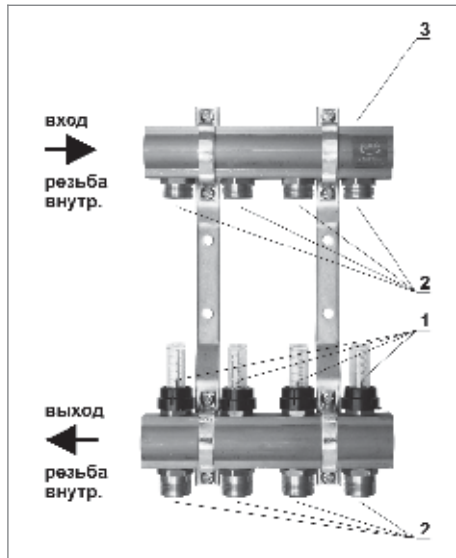

Рис. 15. Конструкция распределителя серии 55A
**серия 55A** (рис.15) - нижний коллектор со встроенными измерительно-регулирующими вентилями (расходомеры выравнивают сопротивления потоку через отдельные контуры и показывают реальный расход воды), а также с выходами на отдельные контуры с наружной резьбой G $\frac{3}{4}$ " (Евроконус).